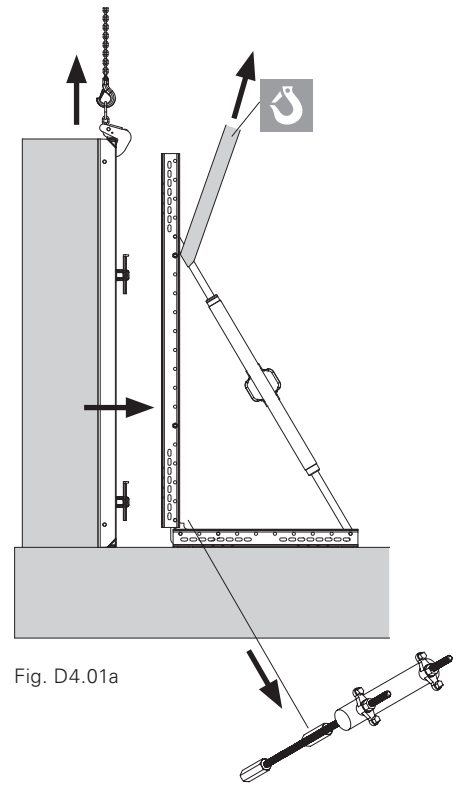

Fig. D4.01a
1. Remove anchors. (Fig. D4.01a)